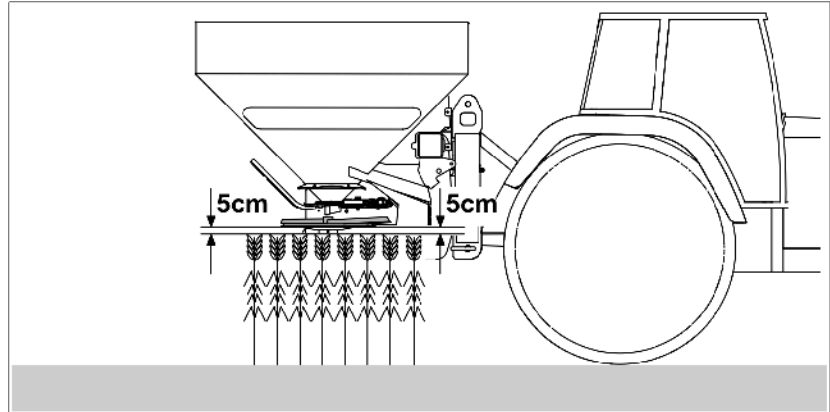

Bild 62
- Huvudmeny: öppna menyn kalibrering (Bild 62/1).